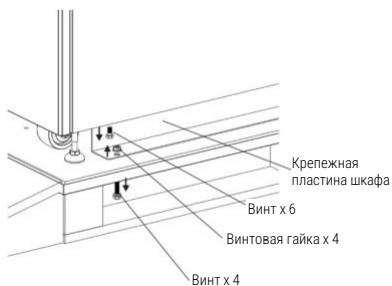

Рисунок 2-4
4. Снимите 2 крепежные пластины корпуса и ослабьте регулировочные ножки, повернув их против часовой стрелки. Затем сдвиньте шкаф с поддона. См. рисунок 2-4.